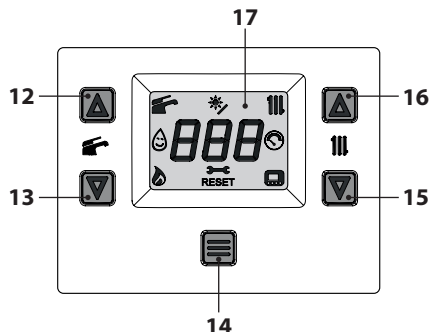

Figura 6.6
- Mantenga pulsado durante 5 segundos el botón 14 hasta que aparezcan en el display los símbolos y (Figura 6.6).
- Apague la caldera manteniendo pulsado durante 5 segundos el botón 14 (Figura 6.6) hasta que aparezca en el display LCD el símbolo (los guiones se encienden en secuencia para simular un desplazamiento) (Figura 6.5).